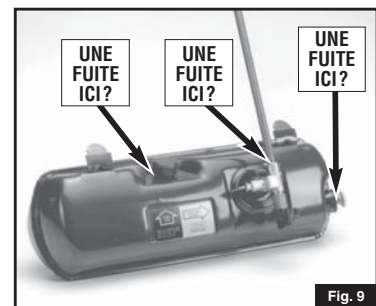

Fig. 9
- RECHERCHEZ LES FUITES d'une ou de plusieurs façons – **jamais** avec une flamme: vapeur ou tache de combustible; sifflement de gaz qui fuit; odeur de combustible. N'utilisez pas le réchaud s'il y a une fuite. (Fig. 9)